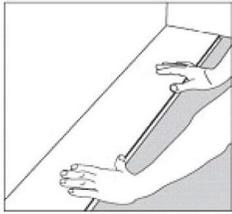

Figura 1
- Ubique cuidadosamente la primera tabla en su lugar (figura 1) con la hembra de la tabla frente a la pared.